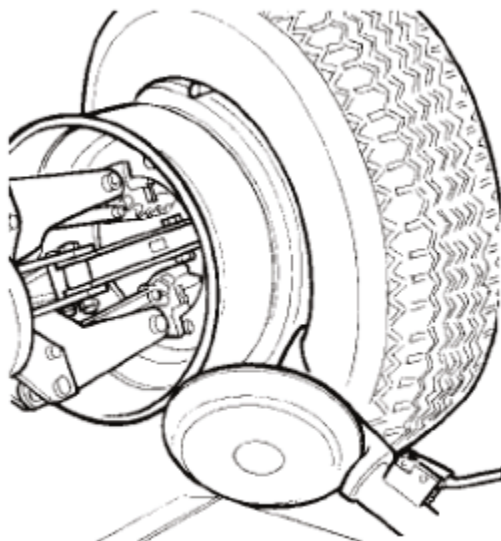

Рис. 21
4) Перемещайте съемный рычаг вперед, пока красная точка не будет на одной линии с внешним краем диска на расстоянии 5 мм от него (см. рис.21). Установите переносной блок управления в рабочее положение «с».
9) Поверните рычаг на 180° при помощи рукоятки (см. рис.21).